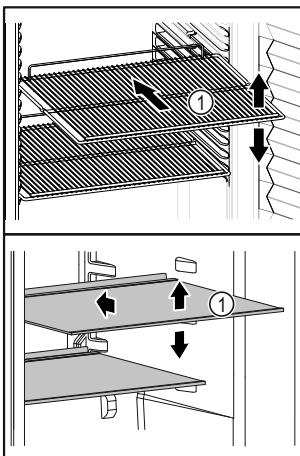

Fig. 66 Beispielhafte Darstellung
- Wenn Ablageflächen Fig. 66 (1) versetzbare sind, Ablageflächen je nach Höhe anpassen.